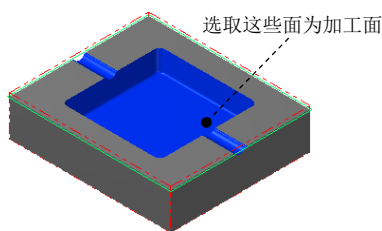

图 11.16 选取加工面
Step1. 选择加工方法。选择下拉菜单 **刀具路径 (T) → 曲面粗加工 (R) → 粗加工残料加工 (T)...** 命令。
(1) 在图形区中选取图 11.16 所示的曲面 (共 39 个面), 然后按 Enter 键, 系统弹出“刀具路径的曲面选取”对话框。